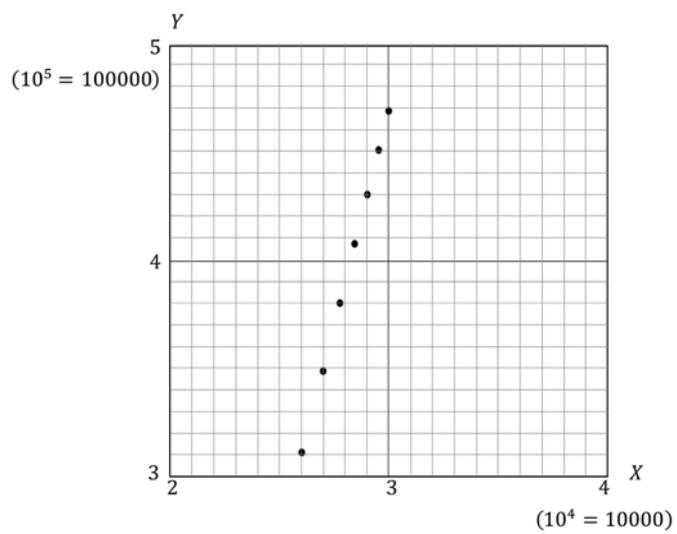

図2-6
つまり、図 2-5 の縦軸、横軸を、10 の何乗かという対数の目盛りにすれば n がわかる。（図 2-6）
問4 図2-6を用い、式①の n を整数で求めよ。